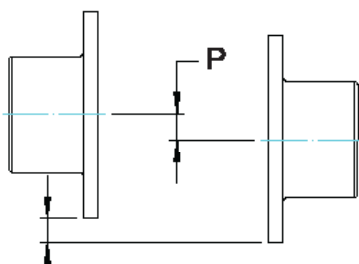

Figure 7 - Désalignement parallèle.
- 8.4. La valeur du désalignement parallèle (P) est le décalage entre les centres des moyeux, tel qu'indiqué sur la figure 7.